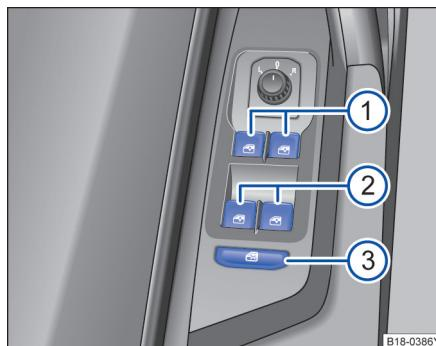

图 57 在驾驶员侧车门内：前部和后部车窗升降器的按钮
→ 图 57 的图例：
安全按钮 → 图 57③ 停用后门车